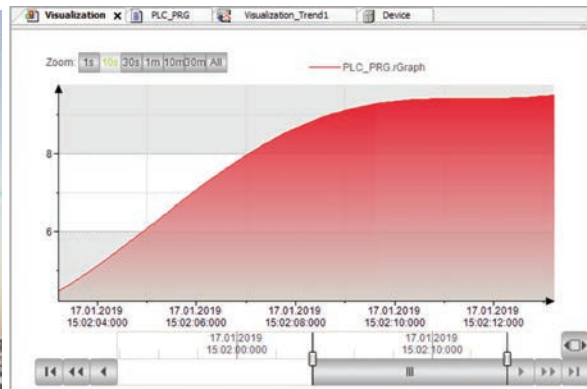

Рис. 5
- » новый режим отображения графика – *Область* для элементов *Тренд* и *Трассировка* (рис. 5);